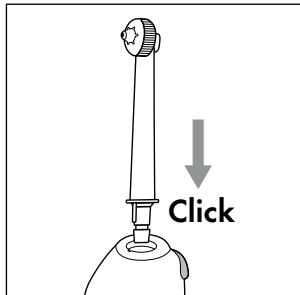

Fig. 2
- Si usa el aparato diariamente, cambie los cabezales **②**, como muy tarde, después de seis meses.
- Utilice solo cabezales originales **②**. Encontrará información adicional sobre el pedido de cabezales de repuesto **②** en el capítulo **Pedido de recambios**.
- ◆ Asegúrese siempre de que el aparato esté apagado antes de montar o desmontar el cabezal **②**.
- ◆ Coloque el cabezal **②** sobre la pieza manual **⑤**. Presione el cabezal **②** para que se introduzca en el orificio hasta que el cabezal **②** encastre audiblemente en la pieza manual **⑤**. Para ello, asegúrese de que el saliente del extremo inferior del cabezal **②** y el alojamiento correspondiente de la pieza manual **⑤** estén bien posicionados (consulte la fig. 2).